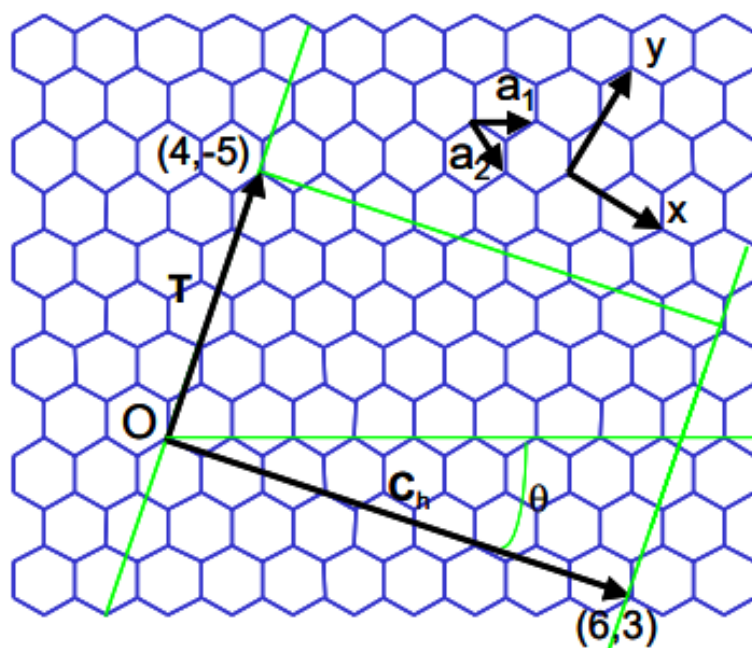

Fig. 1 カーボンナノチューブの幾何学構造
単層カーボンナノチューブ（SWCNT）の構造はグラファイトの原子層 1 層分であるグラフェンを丸めた形である。その構造を判別する時、Fig.1 のようなチューブの展開図で考えていく。
という式 (1) でカイラルベクトル C_h を表すことができる。この (n, m) はカイラル指数または、カイラリティと呼ばれチューブ径やチューブ構造を決定することができる。Fig. 1 はカイラル指数 $(6, 3)$ の SWCNT の構造を示している。